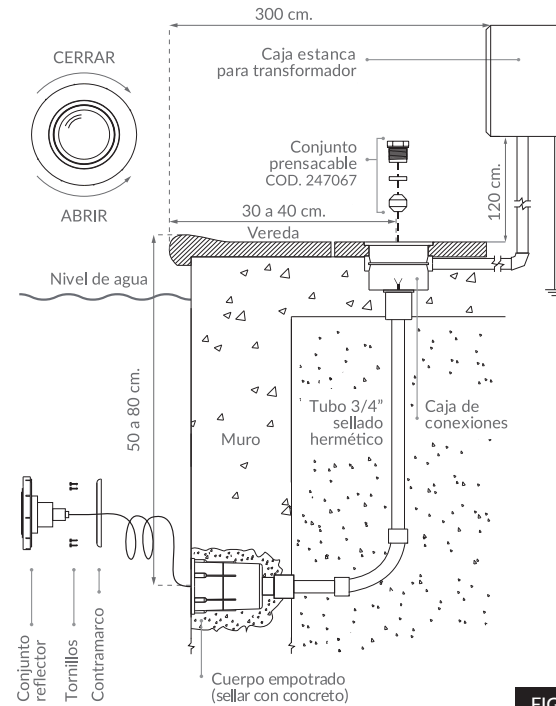

FIG 5
1. Separe el cuerpo de embutir del portalámpara con el cable y retire el contramarco atornillado (ver FIG. 5).